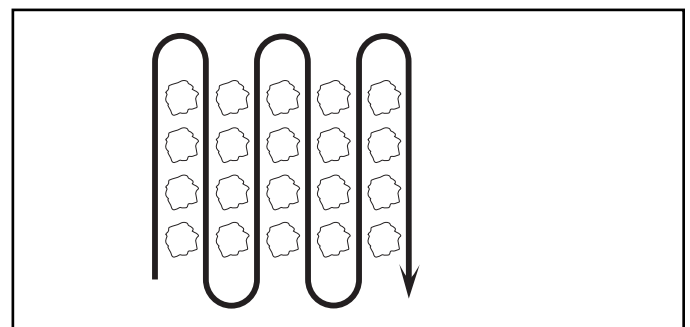

FIG. 10
- Cultive hacia arriba y hacia abajo las hileras a una velocidad que le permita a los brazos sacar las raíces de las malezas y dejar el suelo en condiciones ásperas, para desalentar el desarrollo de las malezas y el césped (vea la Fig. 10).